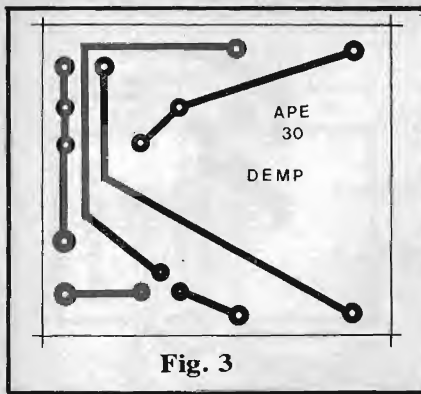

Fig. 3
- **FIG. 3** - A plaquinha de Circuito Impresso específica para o DEMP é de confecção facilíma, tendo seu **lay out**, em escala 1:1, na figura. São muito poucas as ilhas e pistas e bastam os cuidados mínimos e elementares, para realizar a dita placa com perfeição... De